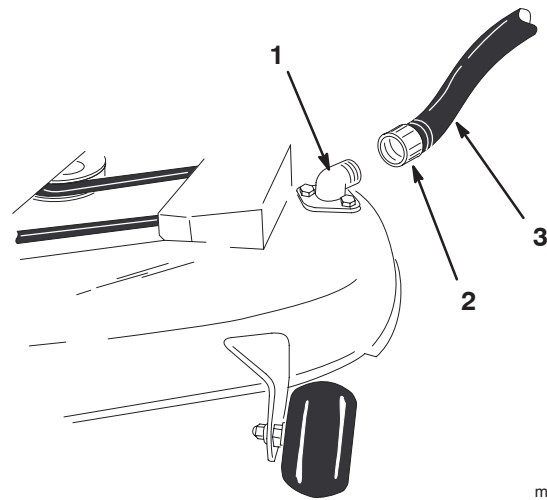

Figure 47
2. Vissez le raccord du tuyau à l'embout de lavage du carter de tondeuse et ouvrez l'eau en grand (Fig. 47).